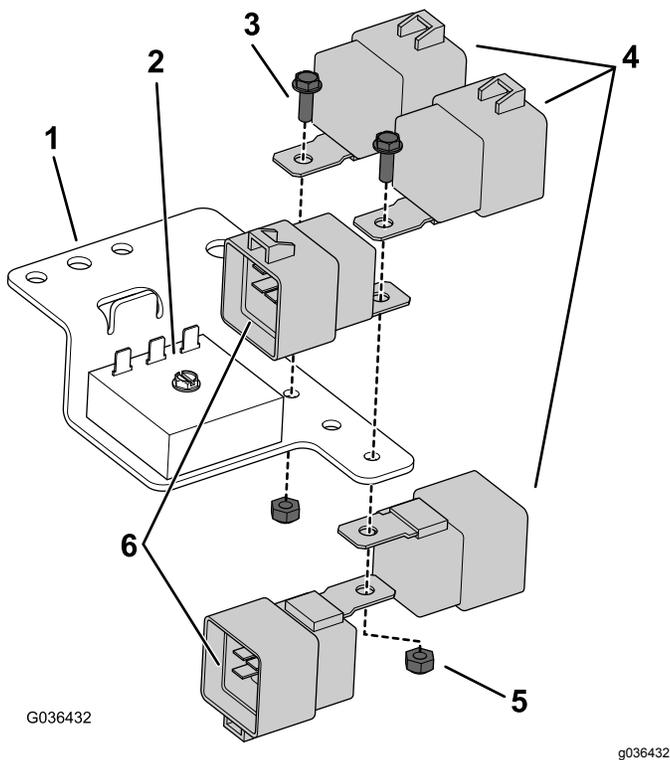

Figura 26
1. Montate i 5 relè sulla relativa staffa con 2 bulloni (10-24 x 0,56") e 2 dadi di bloccaggio (Figura 26).
- D. Collegate i 3 connettori del cablaggio preassemblato del piatto e i 2 connettori del cablaggio preassemblato del ritardo di sollevamento ai 5 relè montati in precedenza sulla relativa staffa. Fate riferimento a Figura 26 per il corretto orientamento.